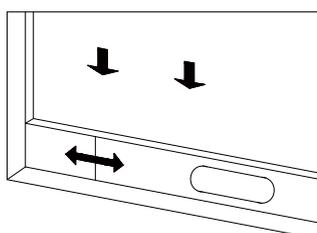

Abb. 2
- 1) Öffnen Sie das Fenster zur Hälfte und setzen Sie den Abluft-Fenstereinsatz im Fenster ein (siehe Abb. 2 und 3). Der Abluft-Fenstereinsatz kann sowohl horizontal als auch vertikal eingesetzt werden.